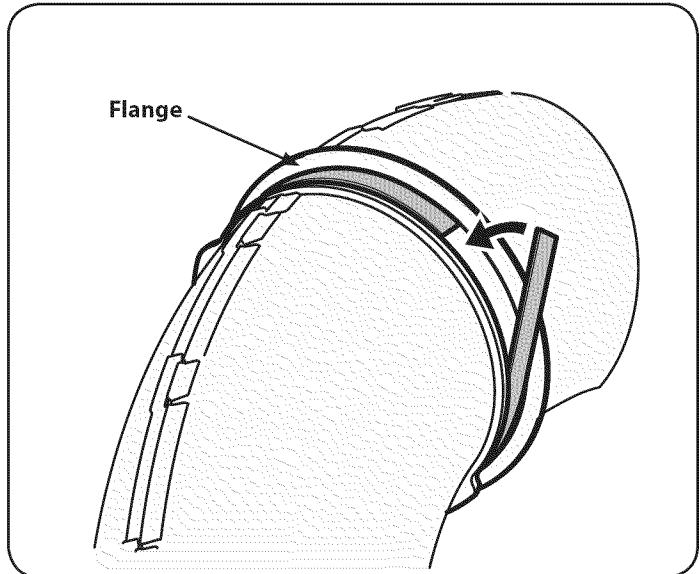

Figure 22
- Desprenda el respaldo de la tira de espuma autoadhesiva (721-04388) que ha sido incluida dentro de su cartón de contenido. Aplica a la tolva superior, al ras contra el reborde como se muestra en la Figure 22.